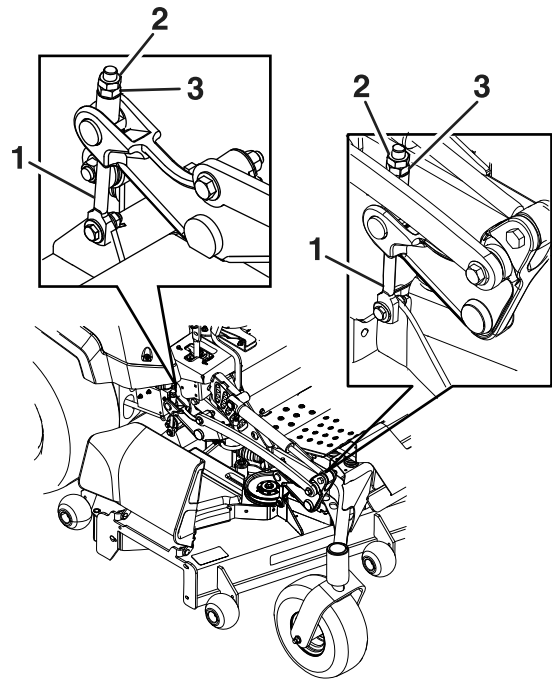

Figura 82
9. Haga pequeños ajustes, si es necesario, girando la tuerca de ajuste del conjunto de elevación delantero de la carcasa (Figura 82).